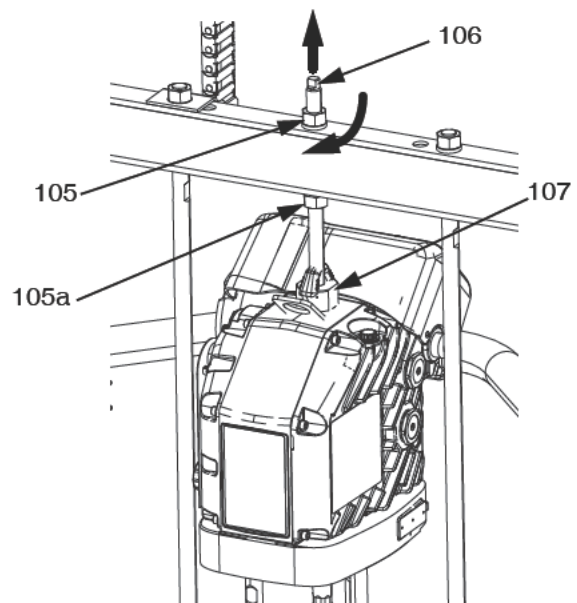

图 24
- a. 用扳手转动立柱横杠顶部的螺母（105），将驱动器降到活塞泵上。请参见图 24（第 31 页）。提起螺母（105），将其拧在立柱横杠下面。在横杠下面，用最大 25 英尺-磅（34 N•m）的扭力拧紧螺母（105）。